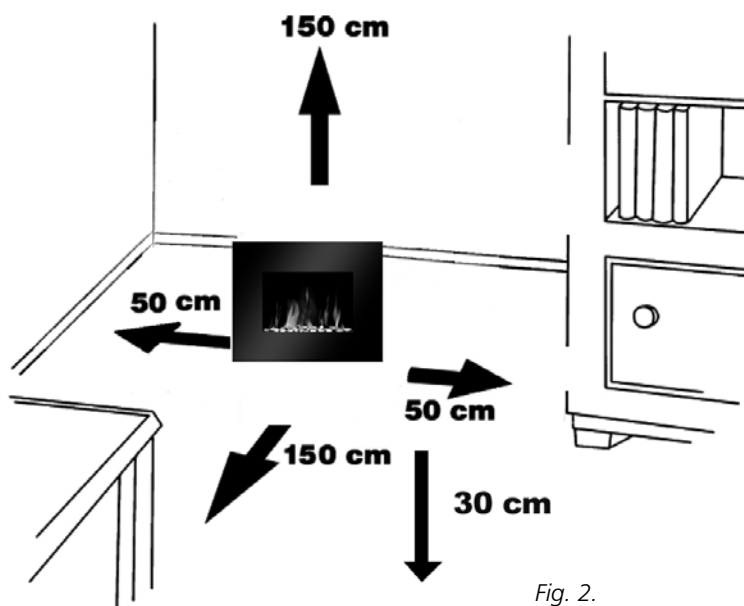

Fig. 2.
- Devono essere rispettate le distanze minime (vedere fig 2).